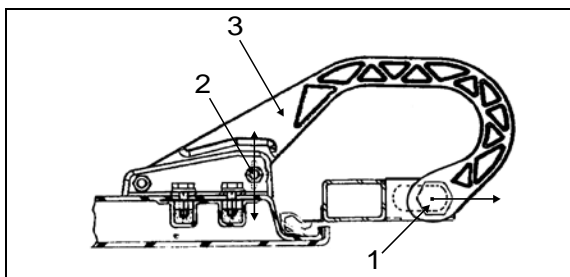

FIGURE 73 : CHARNIÈRE DE PORTE
2. Desserrer l'écrou (1, Figure 73).
3. Déplacer la pièce (3, Figure 73) telle qu'illustrée dans la figure pour l'ajuster vers la gauche ou la droite.
4. Serrer l'écrou (1, Figure 73).
5. Desserrer l'écrou (2, Figure 73).